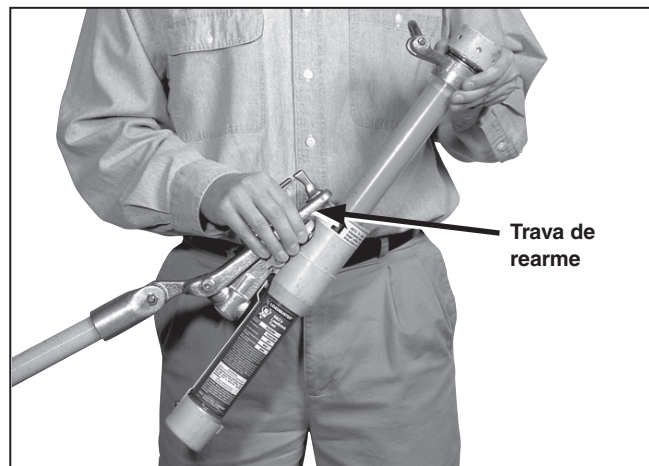

Figura 10. Rearme da ferramenta Loadbuster.
PASSO 6. Para rearmar a ferramenta Loadbuster para a próxima operação, segure-a como mostrado na Figura 10. Estenda ligeiramente a ferramenta e levante a trava de rearme com o dedo polegar. Com a trava para cima, estique a ferramenta completamente para que o gatilho se rearme. Recolha o tubo telescópico até que a parte pintada na cor laranja do conjunto do tubo central não seja mais visível. Confira se o rearme foi realizado adequadamente estendendo a ferramenta por cerca de 76 mm (3 polegadas). Ao longo deste percurso, deve ser sentida uma resistência progressiva da mola.